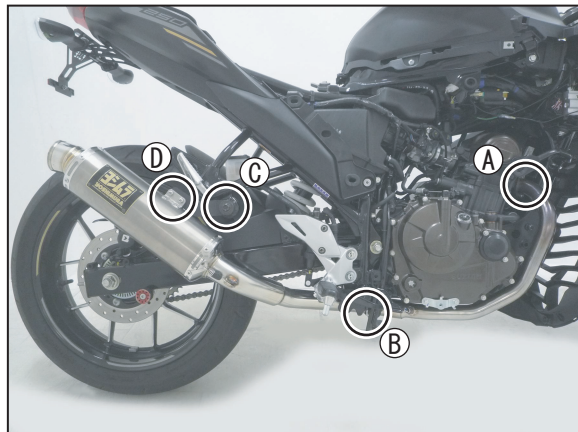

FIG. 10
11. サイレンサーの傾きや、車両とのクリアランスを調整し、仮締めしたボルト、ナットを①エキゾーストパイプ→②エキゾーストパイプ固定部→③タンデムステップ→④サイレンサーステーの順に、規定トルクで締め付けて下さい。(FIG. 10~12参照)